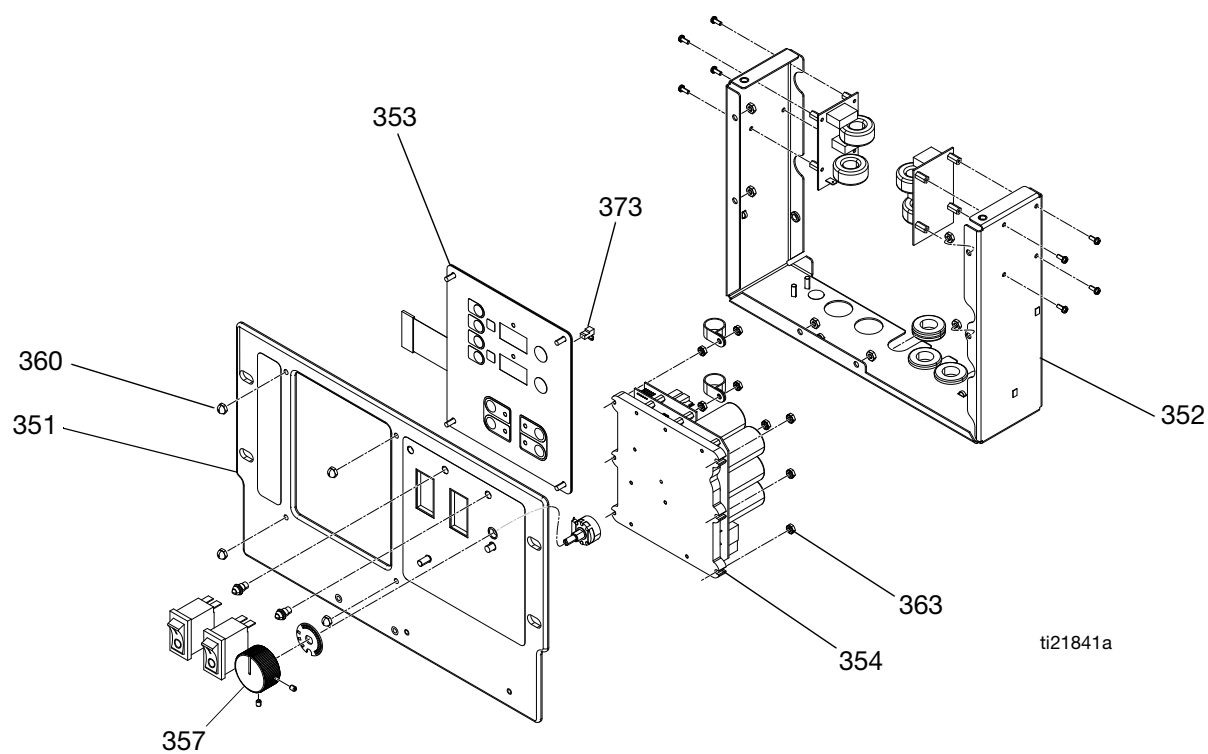

FIG. 10 Pannello di controllo
2. Rimuovere le viti (21) e il coperchio del display (26).
4. Scollegare il cavo principale del display (81) dall'angolo destro superiore del display della temperatura (353). Vedere FIG. 10, pagina 43.
5. Rimuovere il ponticello (373) dal retro del display (353). Metterlo da parte e installare il ponticello sul nuovo display.
6. Scollegare i cavi a nastro (RC) dalla parte posteriore del display; vedere FIG. 10, pagina 43.
7. Rimuovere i dadi (360) dalla piastra (351).
8. Smontare il display (353), vedere i dettagli in FIG. 10, pagina 43.
9. Rimontare nell'ordine inverso, vedere FIG. 10, pagina 43. Applicare del sigillante per filettature di media resistenza dove mostrato.
2. Rimuovere il coperchio del display (26) sul retro del carrello per esporre la scheda di controllo (354).
3. Scollegare tutti i cavi e i connettori dalla scheda (354). Vedere Tabella 8, pagina 45.
4. Rimuovere i sei dadi (363) e la scheda dalla scheda di controllo (354). Vedere Fig. 10, pagina 43.